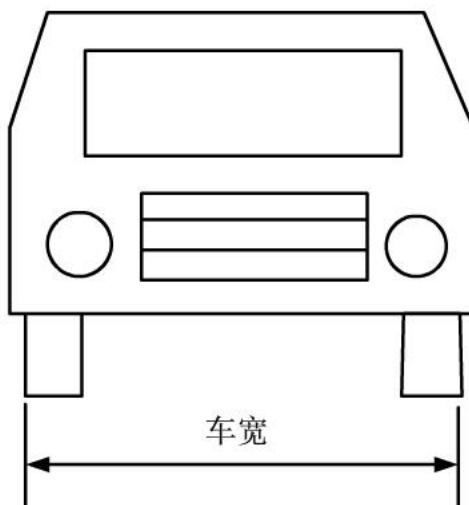
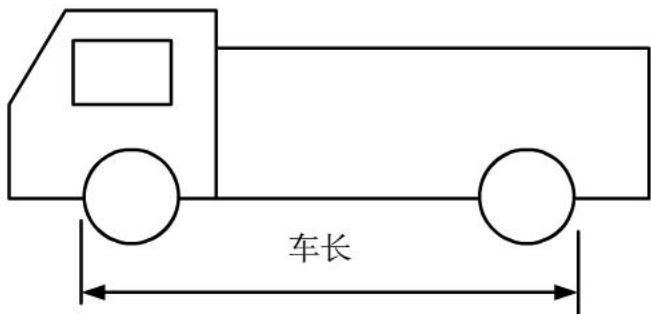

图2 车身宽度的示意图
图3 车身长度的示意图
2. A、B 两辆汽车必须是四轮车，且车辆宽度以车辆左右两轮外侧所占最大尺寸，如图 2 所示。车辆的长度为车辆前后两轮所占最大尺寸，如图 3 所示。车辆的高度不限。